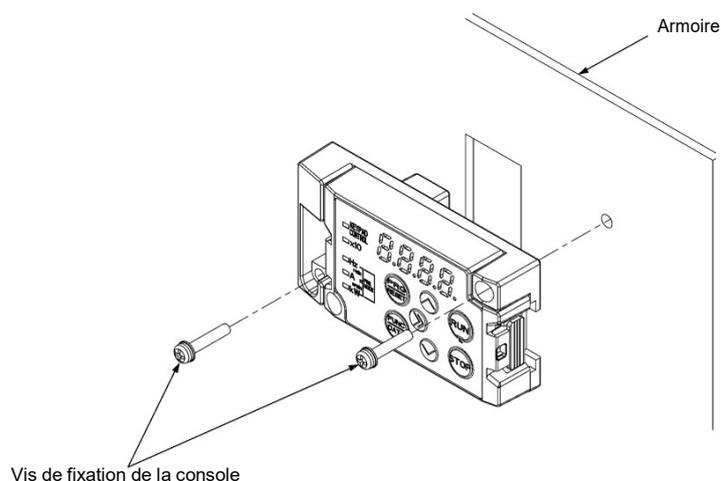

Figure 13.1-7 Fixation de la console
- (4) Fixez la console sur l'armoire à l'aide des 2 vis de fixation du capot arrière de la console. (Cf. Figure 13.1-7) (couple de serrage : 0,7 N•m)